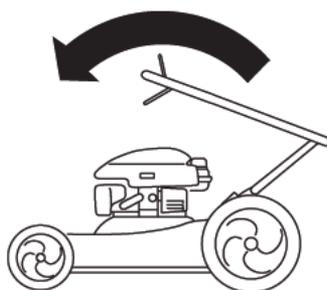

Figura 31
2) Plegar el mango superior hacia adelante como se muestra en la figura 31.